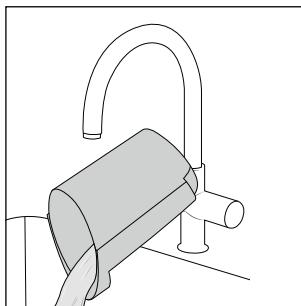

Fig. 22
- ◆ Vacíe el agua sucia y los restos de suciedad (consulte la fig. 22).